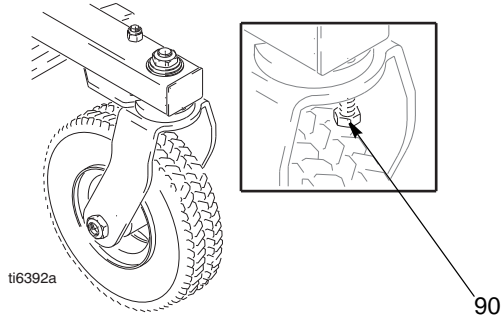

FIG. 1
1. Fig. 1. Afloje el tornillo de cabeza (90).
7. Instale los tornillos (34) en el alojamiento del cojinete. Apriete uniformemente al valor especificado en la nota 3 de la Fig. 1.
9. Instale la tapa delantera (52) con los dos tornillos (32).